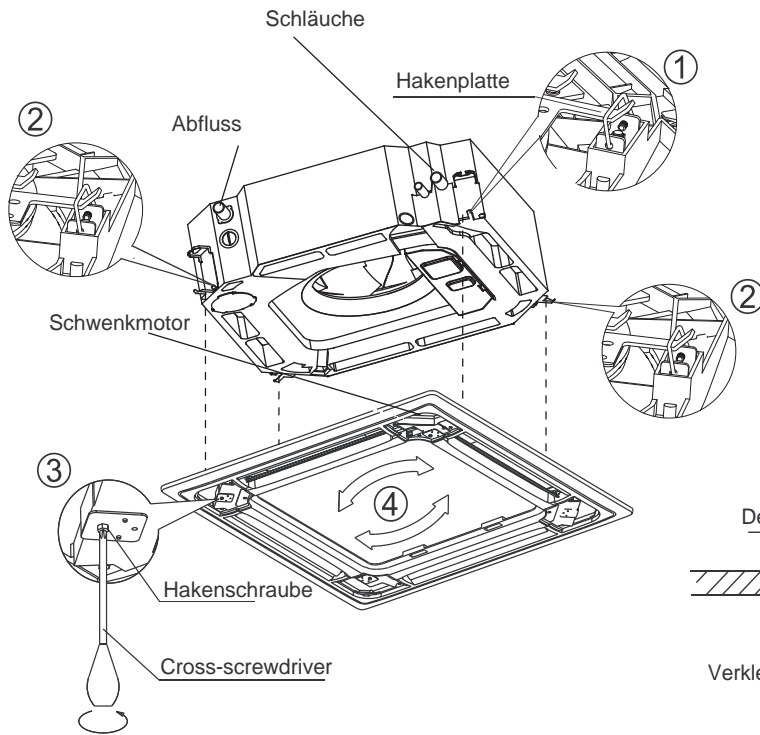

Abb.24
1. Ordnen Sie den Schwenkmotor an der Verkleidung bündig zu den Schlauchverbindungen des Hauptteils an (Abb. 24).